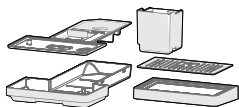

Fig. 3
4. Lave corretamente todos os itens em água corrente (Fig. 3).